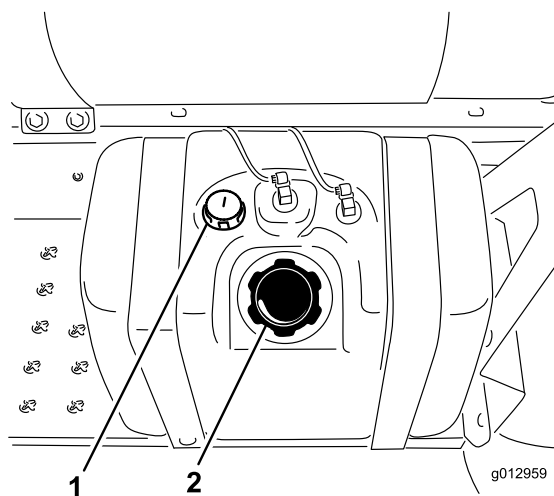

Figure 17
3. Nettoyez la surface autour du bouchon du réservoir de carburant (Figure 17).